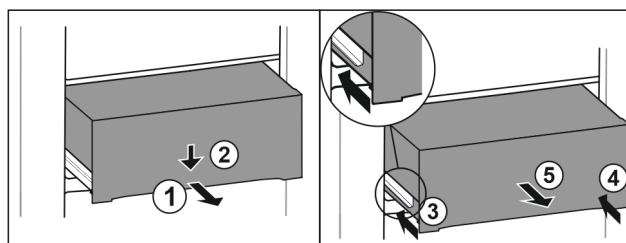

Fig. 122
- Schubfach halb herausziehen. Fig. 122 (1)
- Schubfach an der Vorderseite nach unten drücken. Fig. 122 (2)
- Linke Schiene etwa 2 cm (13/16 in) einschieben. Fig. 122 (3)
- Rechte Schiene etwa 2 cm (13/16 in) einschieben. Fig. 122 (4)
- Schubfach nach vorne entnehmen. Fig. 122 (5)